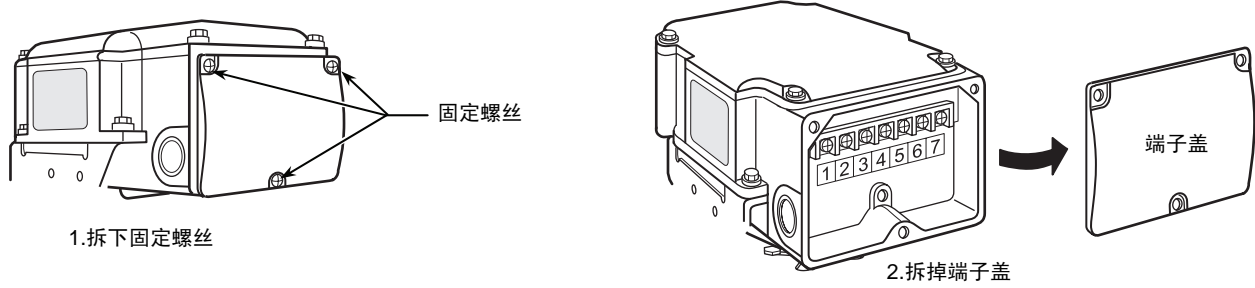

图6 拆卸端子盖
- (2) 拆下端子盖上的3颗固定螺丝（M4×10），并拆掉端子盖（参照图6）。